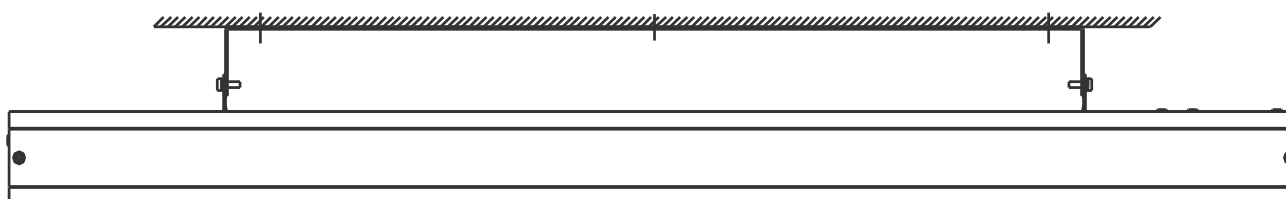

Fig. 6
6. Ovnen er nå montert som vist på fig. 6 side 5. Og skruene nevnt i punkt 1 festes.